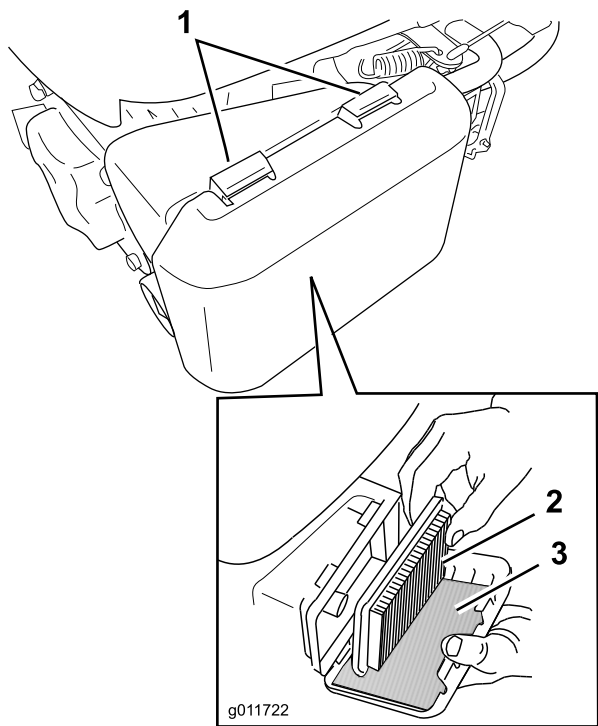

Рисунок 20
1. Нажмите книзу на язычки защелок наверху крышки воздухоочистителя (Рисунок 20).
3. Извлеките бумажный воздушный фильтр и фильтр предварительной очистки из пеноматериала (Рисунок 20).